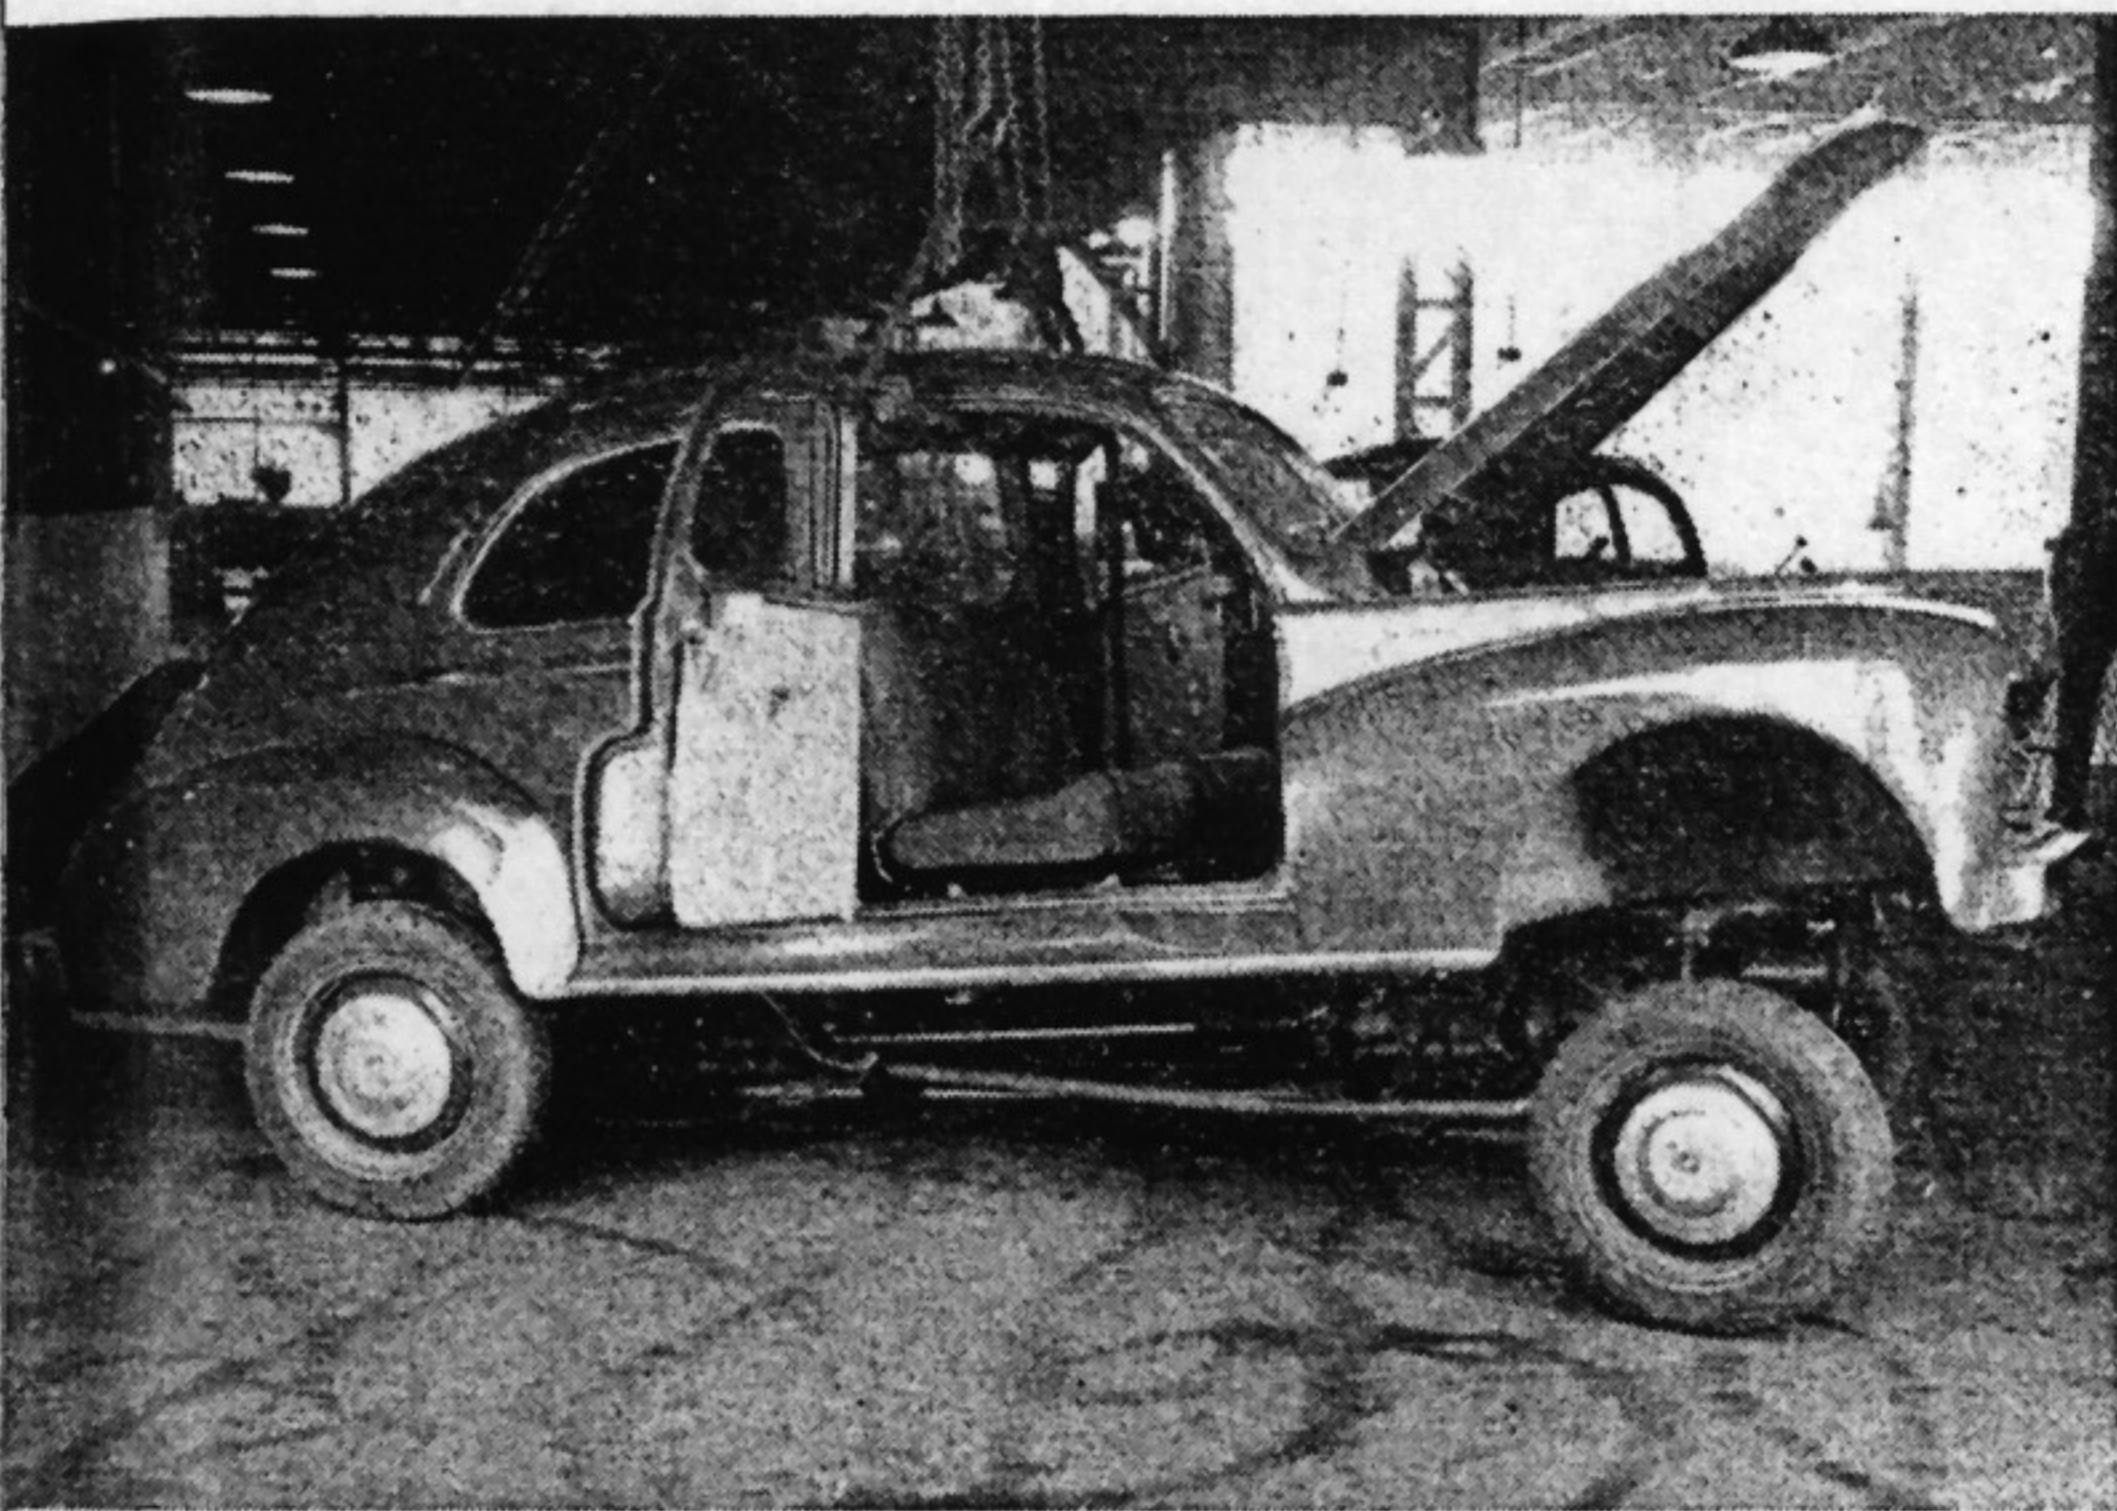

Fig. 35. — Dépose de la carrosserie coque
- ouvrir les portes avant, engager la traverse de soutènement de la coque, sous le toit, passer une corde sur la traverse et lever au palan (fig. 35).